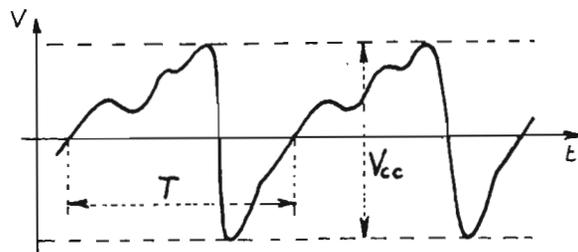

Fig. 20. - Tension alternative.
- par sa forme (voir fig. 20).